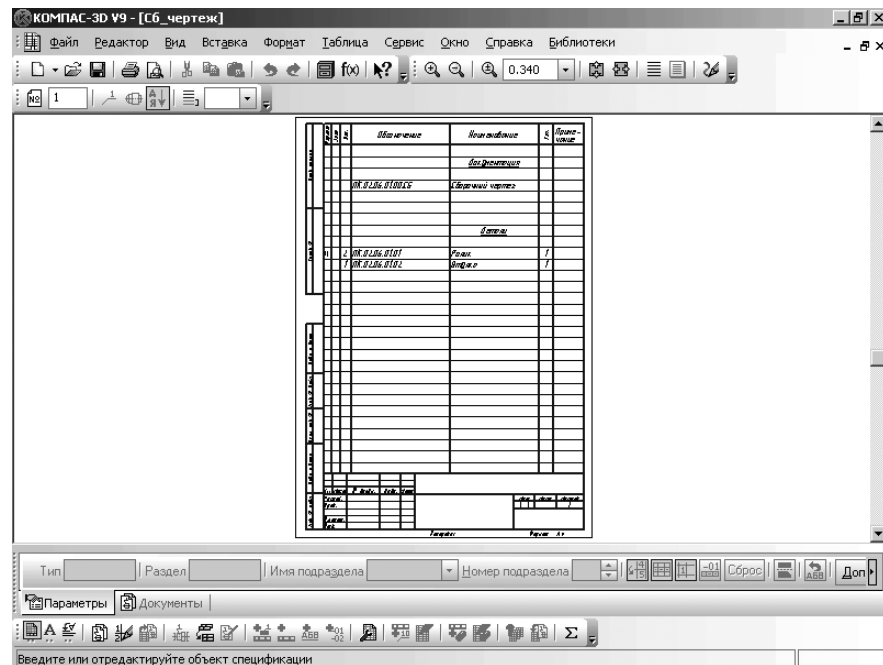

Рис. 6.117. Подчиненное окно с бланком и объектом спецификации
- щелкните в **Компактной панели** с активной кнопкой переключателем – **Спецификация** по кнопке – **Редактировать объекты спецификации**. Появится окно подчиненного режима для редактирования объекта спецификации – **Втулка**, показанное на рис. 6.117.
- щелкните в **Компактной панели** с активной кнопкой переключателем  – **Спецификация** по кнопке  – **Редактировать объекты спецификации**. Появится окно подчиненного режима для редактирования объекта спецификации **Модель\_втулки** аналогичное окну подчиненного режима для редактирования объекта спецификации – **Втулки** как чертежа (рис. 6.117);